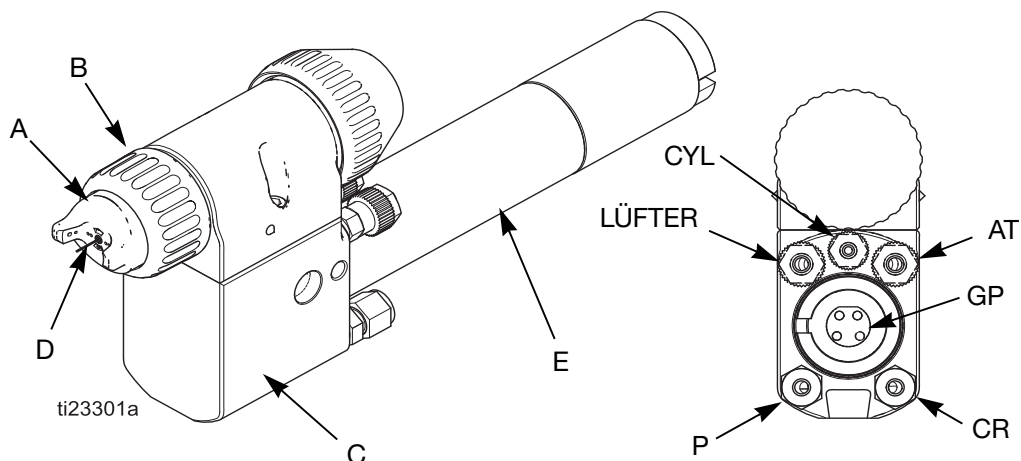

ABB. 1 Übersicht der Pistole mit rückseitiger Befestigung
Die automatische elektrostatische Spritzpistole arbeitet ähnlich wie eine herkömmliche Spritzpistole. Zerstäuber- und Gebläseluft treten aus der Luftkappe (A) aus. Siehe ABB. 1, Seite 9.
Der Regler versorgt den Hochspannungserzeuger (E) mit Strom und dieser erhöht die Spannung auf den am Regler eingestellten Spannungspegel. Die Elektrostatik gelangt in den Verteiler (C) und wird zur Pistolenelektrode (D) geleitet. Das Material wird durch die Elektrode der Spritzpistole elektrisch aufgeladen. Das aufgeladene Material wird zum nächstliegenden geerdeten Objekt hingezogen und beschichtet dabei alle Oberflächen gleichmäßig. Siehe ABB. 1, Seite 9.